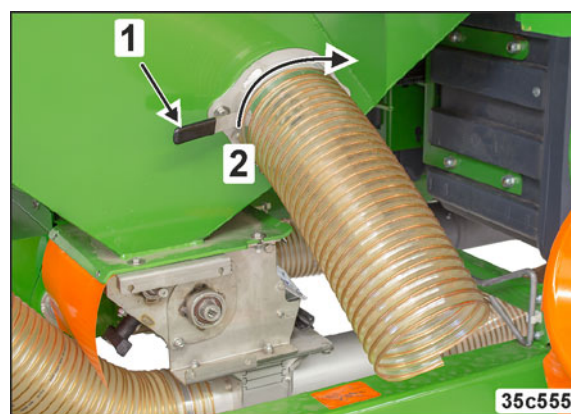

Рис. 262
1. Разблокируйте (Рис. 262/1) и откройте заслонку (Рис. 262/2). Выгрузите содержимое бункера в лоток или другую подходящую емкость.